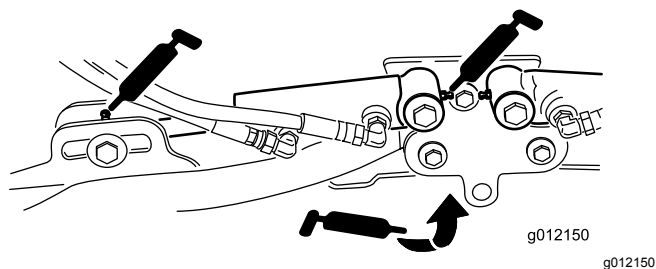

Bild 73
- Hubarmzylinder der Schneideinheit (2) (Bild 73)
- Hubarmgelenke (1) (Bild 73)